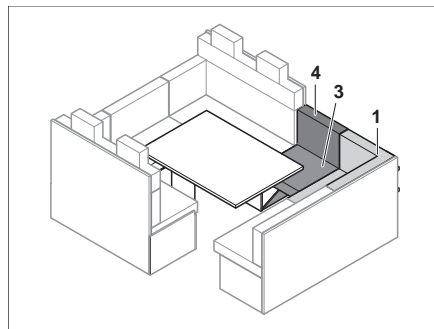

Fig. 120 Después de la ampliación
- Colocar de nuevo el cojín del asiento (Fig. 120,1).